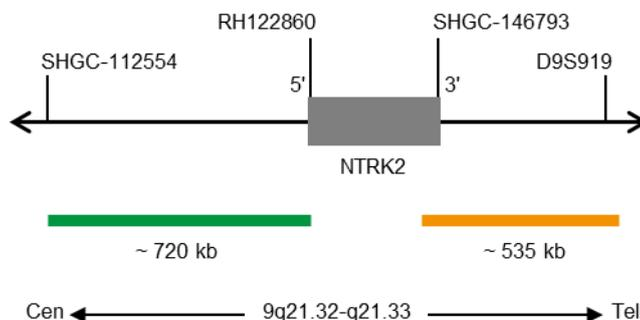

Fig. 1 : Carte de la sonde SPEC NTRK2 (pas à l'échelle)
- Polynucléotides marqués au ZyGreen (excitation 503 nm/émission 528 nm) (~10 ng/ $\mu$ l), qui ciblent des séquences en 9q21.32-q21.33\* (chr9:86,569,621-87,287,312) proximale de la région des points de rupture de NTRK2 (voir figure 1).
- Polynucléotides marqués au ZyOrange (excitation 547 nm/émission 572 nm) (~4,5 ng/ $\mu$ l), qui ciblent des séquences en 9q21.33\* (chr9:87,589,037-88,124,082) distale de la région des points de rupture de NTRK2 (voir figure 1).